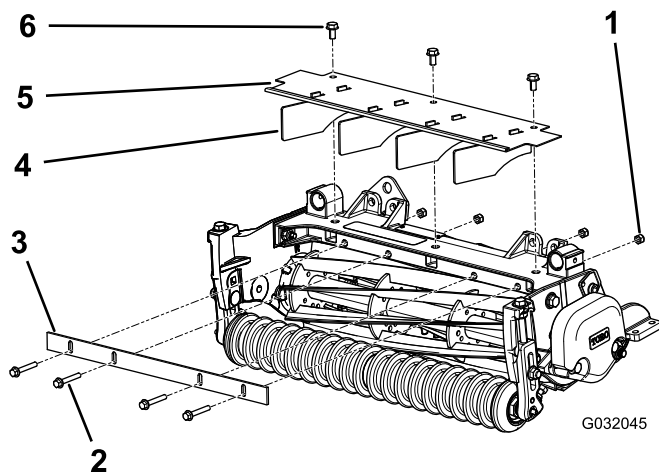

Figura 6
1. Monte sem apertar a barra de corte na estrutura da unidade de corte com quatro parafusos ($\frac{1}{4}$ pol. x $\frac{3}{4}$ pol.) e quatro porcas de bloqueio ($\frac{1}{4}$ pol.); consulte a Figura 6.
3. Aperte os parafusos e as porcas de bloqueio (Figura 6).
1. Remova os 3 parafusos flangeados que fixam o resguardo à estrutura da unidade de corte (Figura 6).